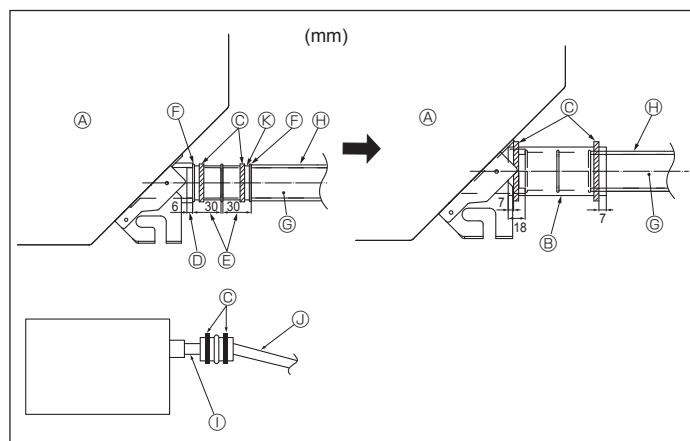

Fig. 3-2
- Drenaj soketini (üniteyle birlikte verilmiştir) drenaj çıkışına bağlayınız. (Fig. 3-2) (Boruyu PVC tutkalla tutturduktan sonra bantlayarak tespit ediniz.)